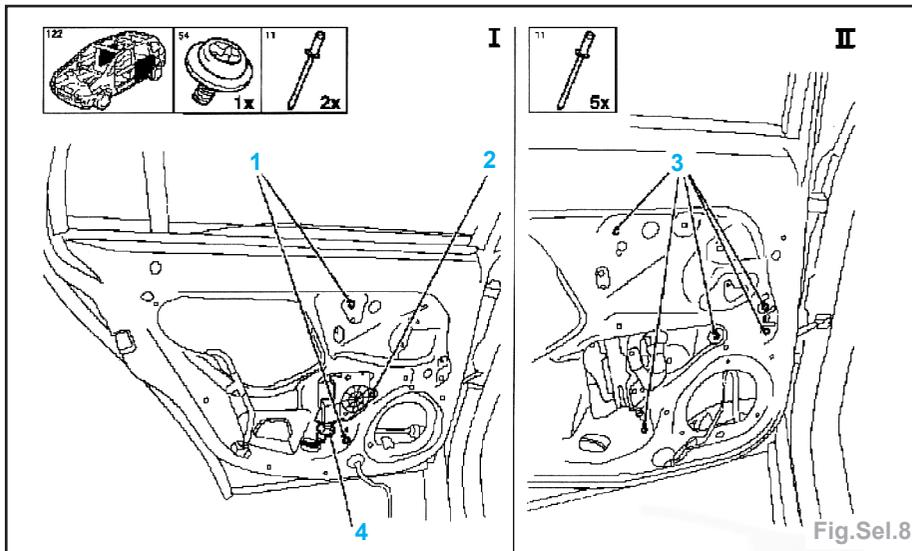
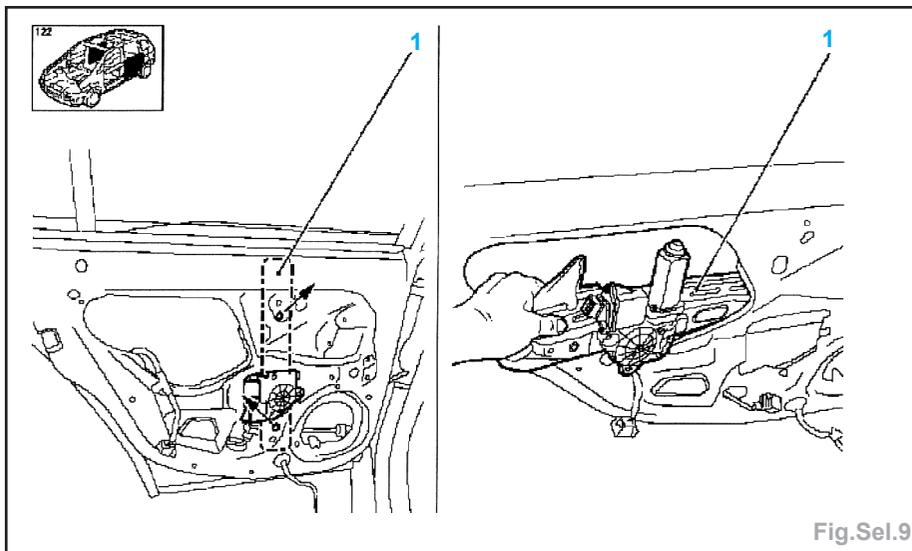

Fig.Sel.8
Fig.Sel.9
- Déposer la vis (2) et percer les 2 rivets (1) (Fig.Sel.8).
- Détacher le lève-glace et percer les 5 rivets (3).
- Décrocher le lève-glace dans le sens de la flèche et le sortir par l'ouverture de bas de porte (Fig.Sel.9).